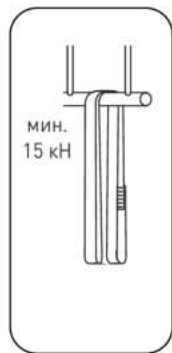

рис. 4
- Разместите петлю вокруг элемента постоянной конструкции (структурной анкерной точки), напр. стальной балки или трубы (рис. 4).